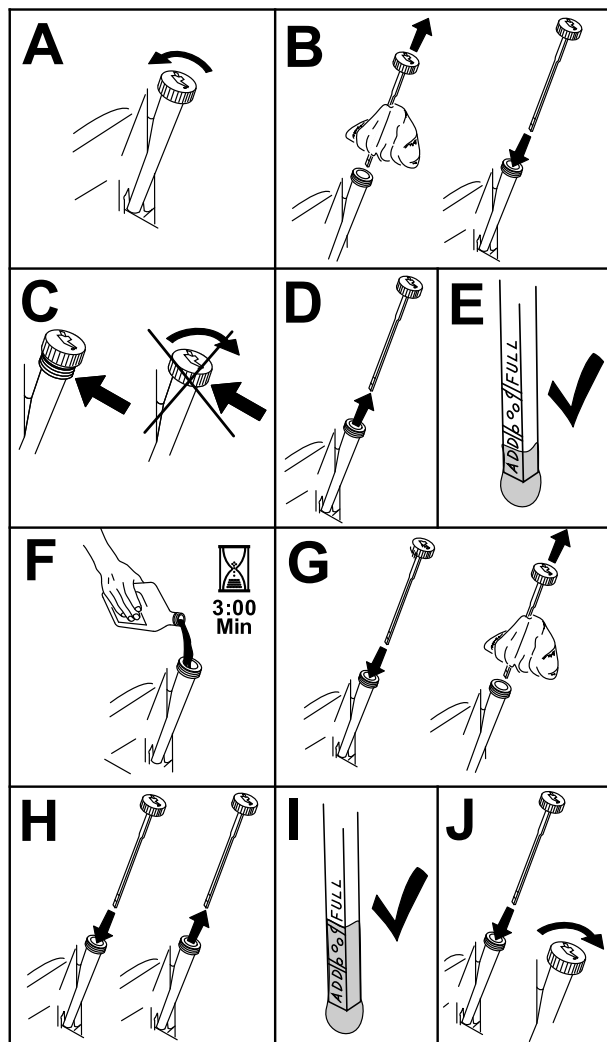

Figura 61
3. Para que no entre suciedad, recortes de hierba, etc., en el motor, limpie la zona alrededor del tapón de llenado/varilla de aceite antes de retirarlo (Figura 61).